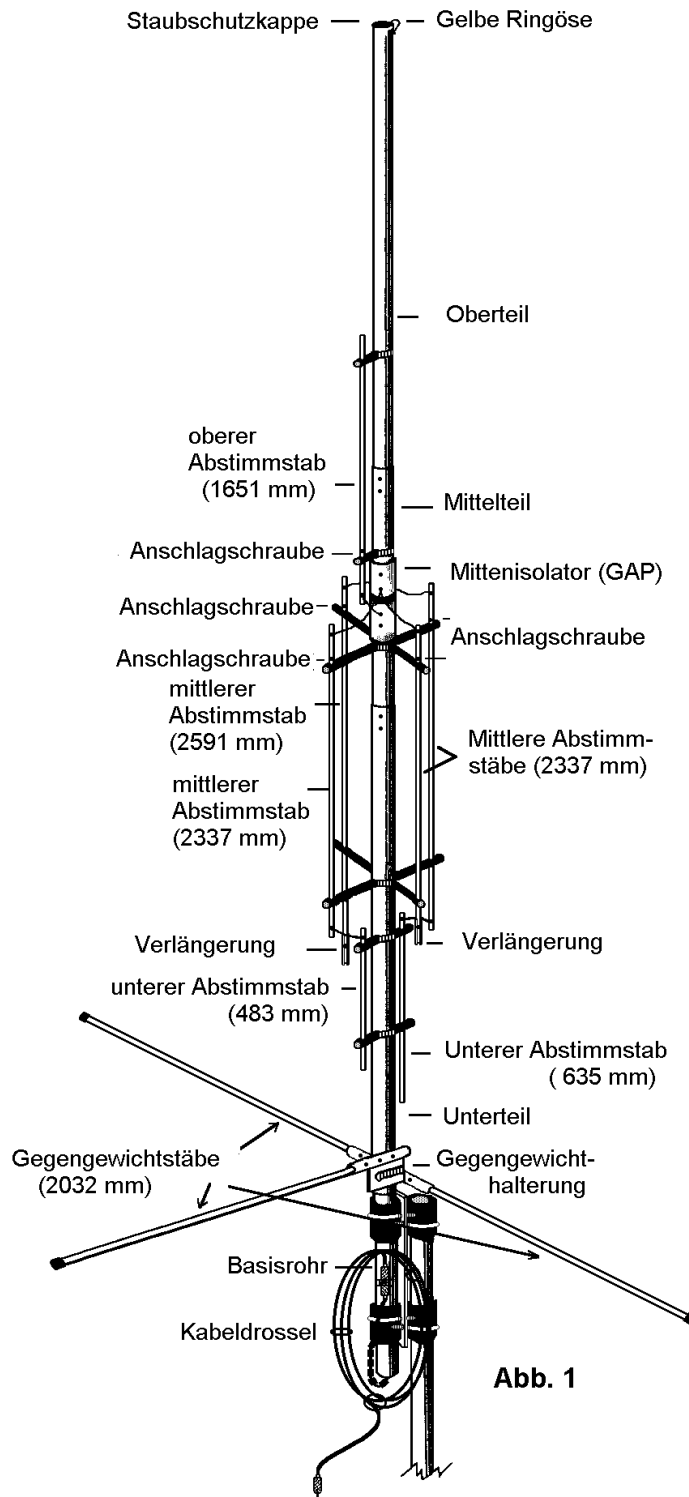
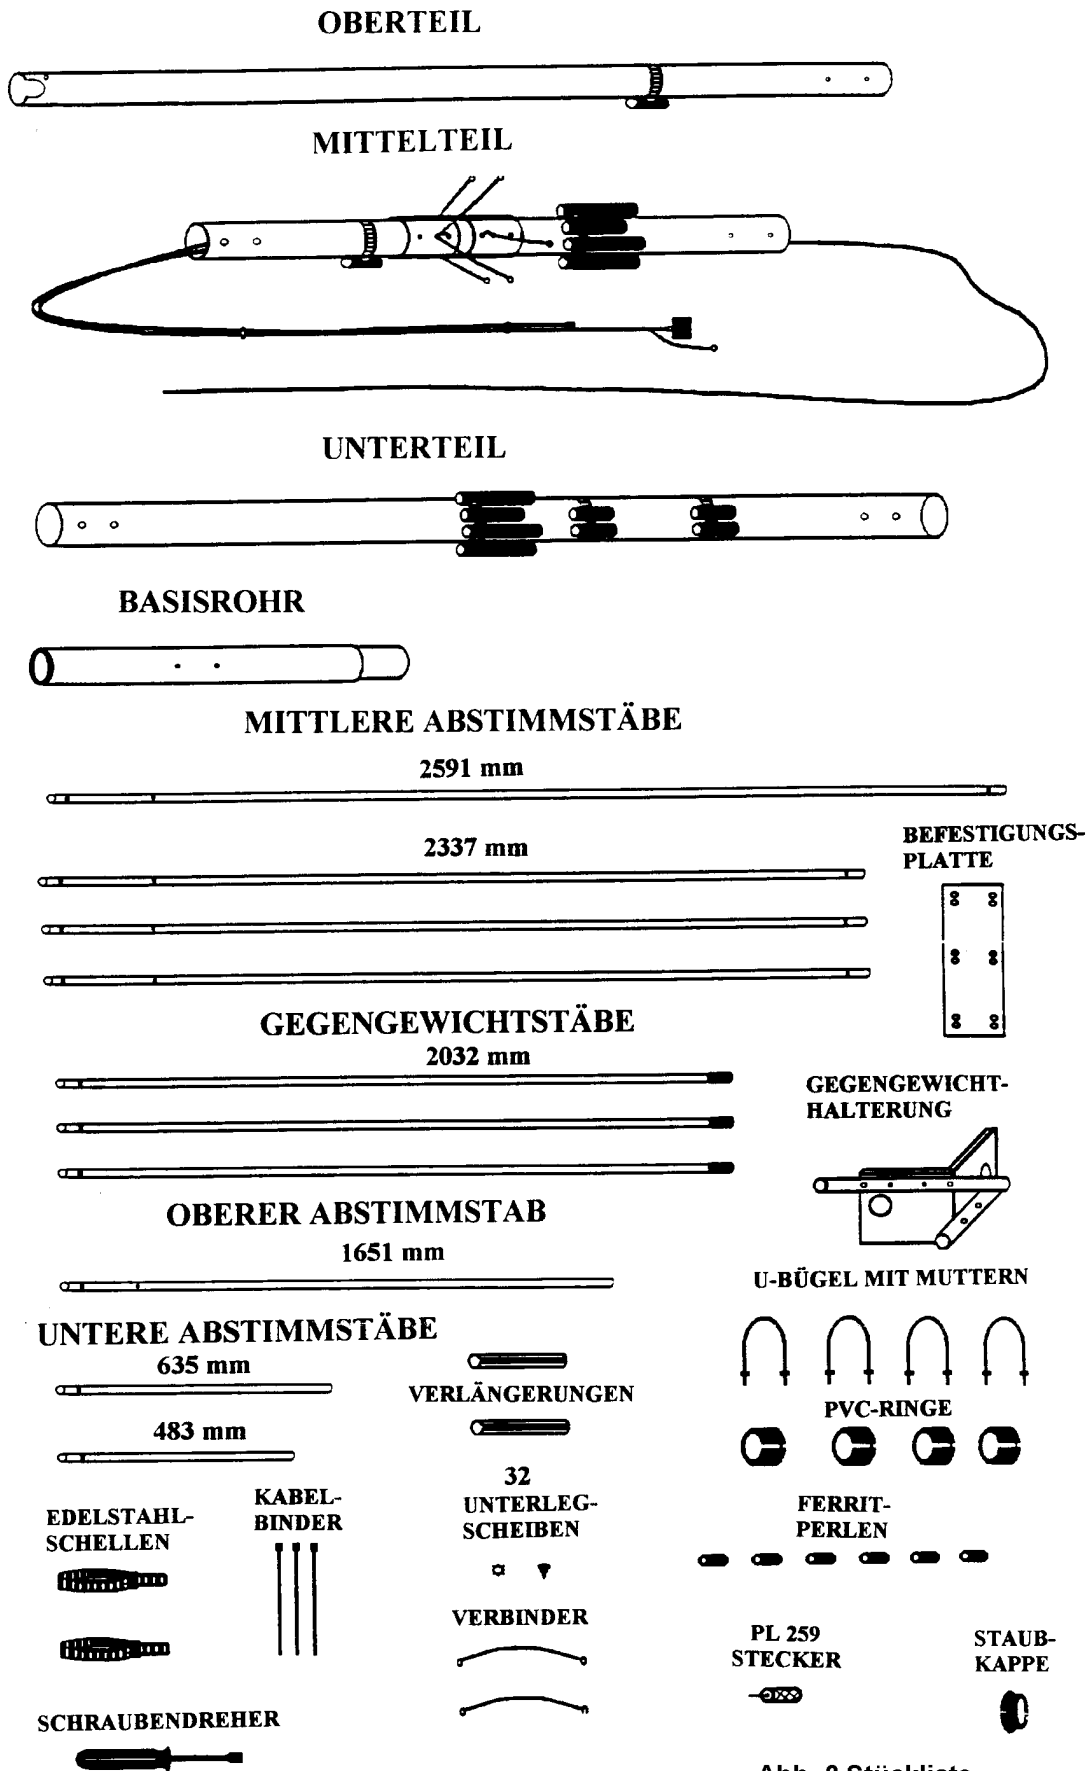
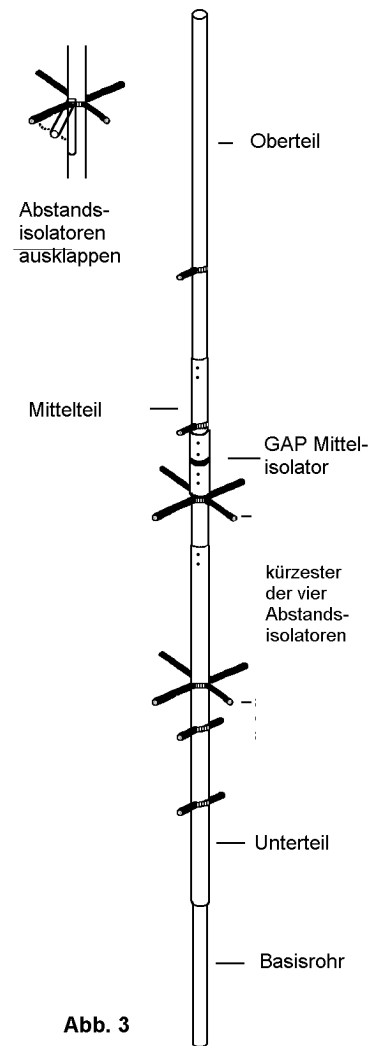

Abb. 1
Abb. 2 Stückliste
Abb. 3
Bevor Sie beginnen, lesen Sie die Sicherheitshinweise und das Kapitel I mit Überlegungen zum Aufbau. Beachten Sie Abb. 1 beim Aufbau, und ermitteln Sie die jeweils benötigten Teile mit Hilfe der Stückliste Abb. 2.
Zum Zusammenbau der EAGLE benötigt man kein spezielles Werkzeug, ein Steckschlüssel für die Spezialschrauben ist im Lieferumfang enthalten. Die PVC-Abstandshalter, die später die Abstimmstäbe tragen, sind an den Antennenrohren bereits an den richtigen Stellen vormontiert, um den Zusammenbau zu vereinfachen. Deshalb die Abstandshalter nicht abmontieren! Vor Beginn des Zusammenbaus anhand der Stückliste feststellen, ob alle Teile vorhanden sind. Beim Zusammenbau sollten Sie die Komplettskizze (Abb. 1) der montierten Antenne zu Hilfe nehmen.
Montage des Hauptmastes (siehe Abb. 1 und Abb. 3)
4. Schieben Sie die Halterung auf dem Basisrohr nach oben, bis der Kragenisolator an das Unterteil der Antenne stößt. Ziehen Sie jetzt die Muttern am oberen und unteren U-Bügel an (siehe Abb. 1).